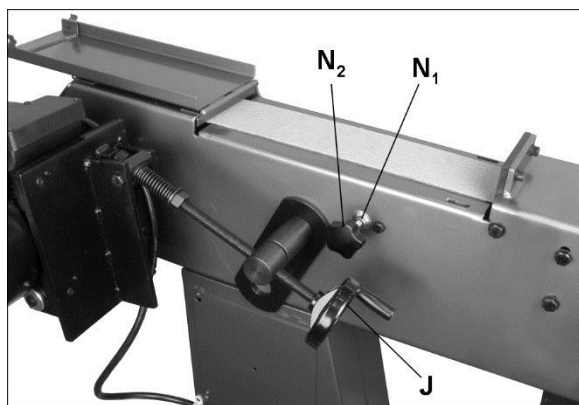

Fig. 7
Ensemble butée (E) – Desserrer la poignée pour régler. L'ensemble butée peut être retiré et stocké sur le tube (voir en T, Fig. 7) lorsqu'il n'est pas utilisé.
3. Détendre la bande en tournant la manivelle (J, Fig. 7) dans le sens antihoraire.
4. Tendre la bande avec la manivelle (J).
2. Détendre la bande abrasive (J, Fig. 7).
1. Desserrer l'écrou six pans (N1, Fig. 7) dans le sens antihoraire.